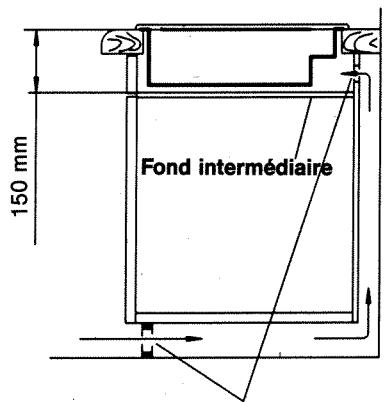

Fig. 10
16. Montage du fond intermédiaire: l'appareil prend une partie de l'air primaire dans l'espace situé sous le plan de travail. Si un four est installé sous l'appareil ou si le meuble est ouvert vers le bas (donc sans porte), le fond intermédiaire n'est pas nécessaire. Si l'élément bas a une porte, l'ouverture et la fermeture de cette dernière peuvent provoquer l'extinction des flammes en feu réduit. Il faut donc que le fond intermédiaire soit bien hermétique et qu'il soit monté de manière à s'enlever vers le bas (fig. 10). La distance entre le bord haut du plan de travail et le bord haut du fond intermédiaire doit être de 150 mm.
L'espace situé au-dessus du fond doit avoir, vu de l'arrière, une ouverture d'entrée d'air d'au moins 100 cm². L'espace situé entre l'arrière et la paroi d'appui doit être ventilé comme indiqué en fig. 10.